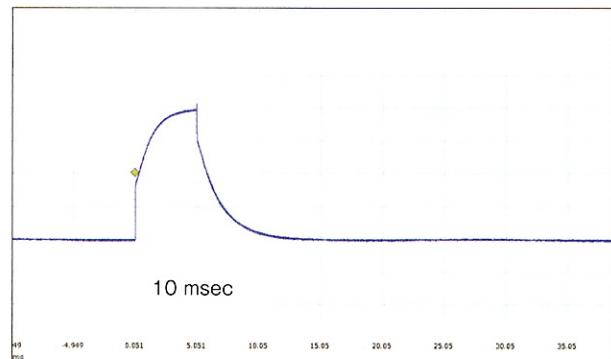

図6 電気印刷した時の電圧波形
- ②印刷速度が速い。静電潜像を $1/100$ 秒で印刷できる（図6）
- ③エッティング法に比べてプロセスが環境にやさしい。使用する水やエネルギー、廃棄物がおよそ $1/10$ と言われている¹⁾